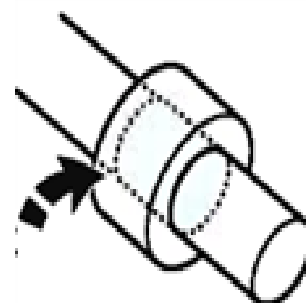

图 2
- 3) 阻力区域（详见图2）会由于作业不同而变化。建议对于手动拉拔器来说，拉拔器的螺丝直径应至少为轴径的 1/2。对于液压拉拔器来说，按照这一吨位，理想的开距应大约是轴径的 8-10 倍。例如：